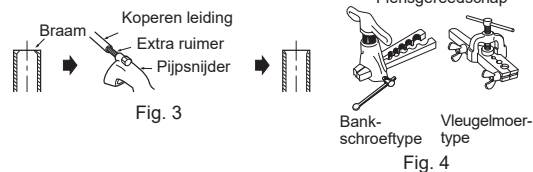

Fig. 3
- Wanneer u de afvoerslang aansluit op de PVC-pijp, moet u de slang goed in de pijp plaatsen. (Fig. 3)
- 2) Verwijder alle bramen van het gedeelte waar de leiding is afgesneden. (Fig. 3)